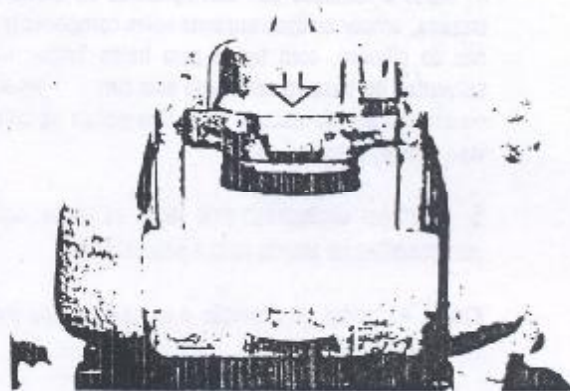

Figura 6.11.4 - Remoção do cilindro
6. Remover o cilindro de seu corpo deslizante (Figura 6.11.4). Caso haja necessidade, utilizar-se de um martelo de plástico para esta operação.
4. Instalar o cilindro em seu corpo deslizante (Figura 6.11.4).